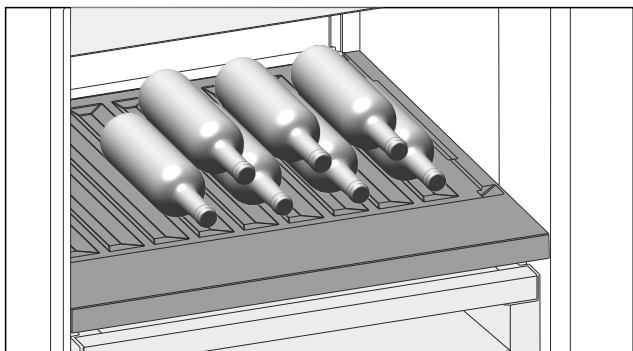

Fig. 117
- ▶ Fľaše vkladajte dnom dozadu k zadnej stene. (pozri Fig. 117)